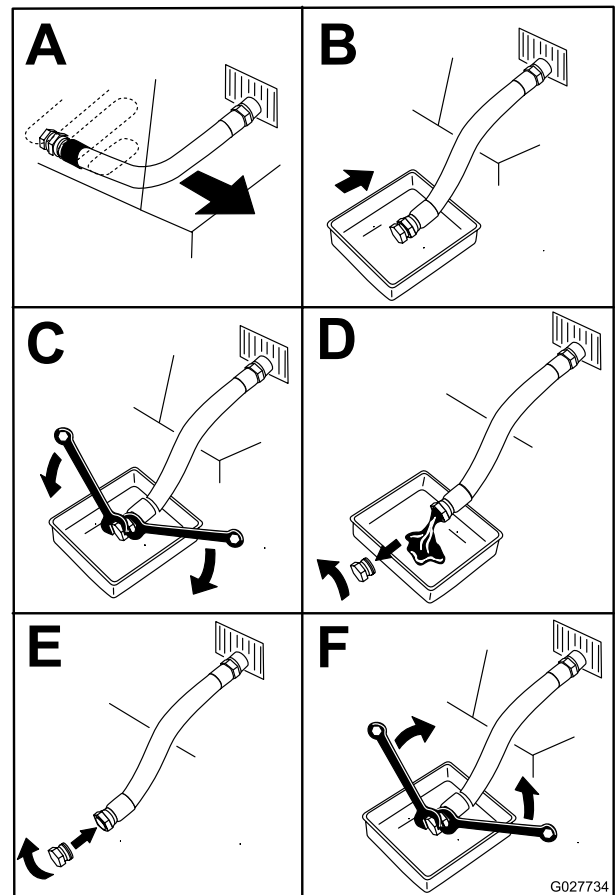

Figure 40
4. Avant de quitter la position de conduite, coupez le moteur, enlevez la clé de contact et attendez l'arrêt complet de toutes les pièces mobiles (Figure 40).